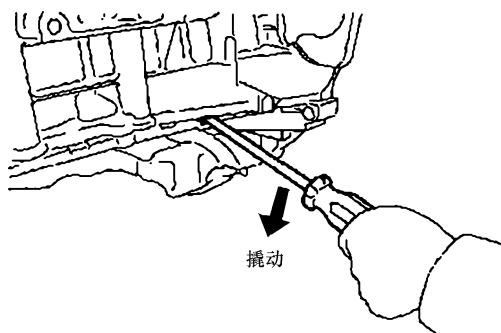

图 22-17 用螺钉旋具撬下油底壳
④ 按照图 22-17 所示, 用一把螺钉旋具插入油底壳和发动机缸体支架, 把油底壳撬下。